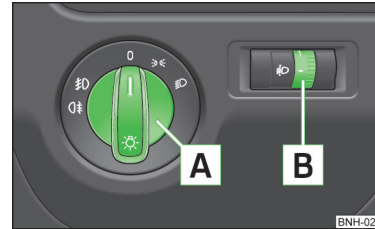

Abb. 21
Bei Fahrzeugen mit **Rechtslenkung** weicht die Anordnung der Bedienelemente zum Teil von der in » Abb. 21 auf Seite 42 gezeigten Anordnung ab. Die Symbole, die die Stellungen der Bedienelemente markieren, sind gleich.
Lichtschalterstellungen **A** » Abb. 21.
Durch Drehen des Drehreglers **B** » Abb. 21 aus der Stellung -- in **3** wird die Leuchtweitenregulierung allmählich angepasst und dadurch der Lichtkegel verkürzt.
- Den Lichtschalter » Abb. 21 auf Seite 42 in Stellung 0 drehen.
- ✓ Der Lichtschalter » Abb. 21 auf Seite 42 befindet sich in der Stellung 0.